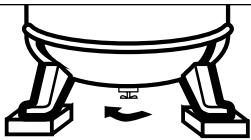

Figura 6 - Para abrir la llave de drenaje
1. Abra la llave de drenaje del tanque y deje que el compresor funcione durante 60 minutos (Vea la Figura 6).
| Drene el tanque (Vea la Figura 6)  | ●           |              |              |                 |